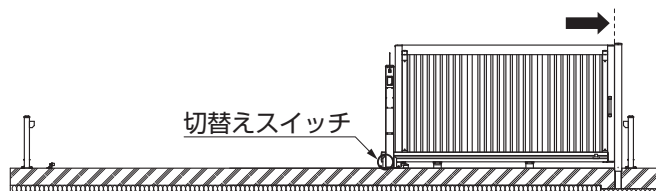
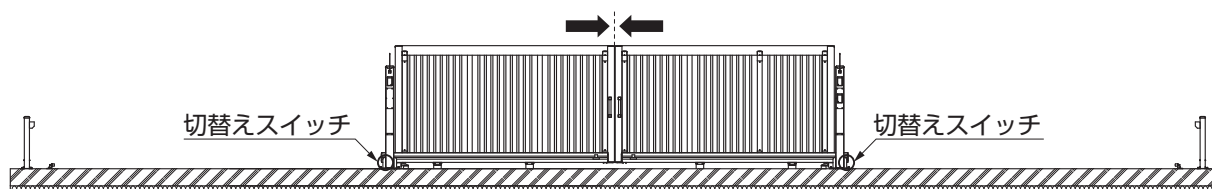

図20-1 片開き
図20-2 両開き
- ①引戸を閉めた状態にし、手動電源切替スイッチを手動に切替えてください。(図20-1、図20-2参照)